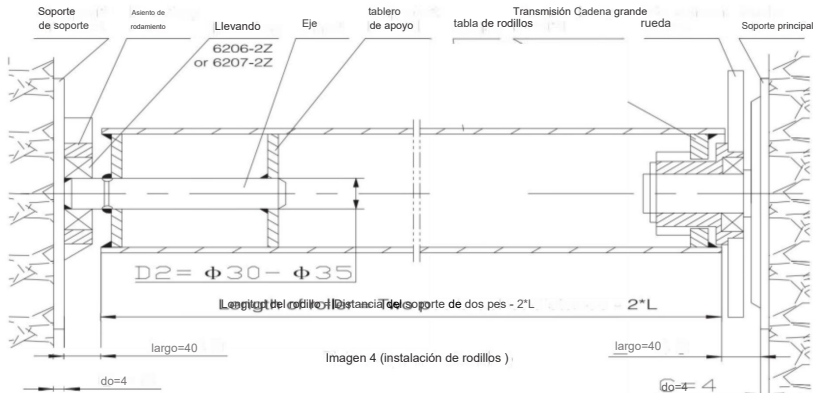

Imagen 4 (instalación de rodillos)
5. El proceso de instalación (Imagen 4, Imagen 5)